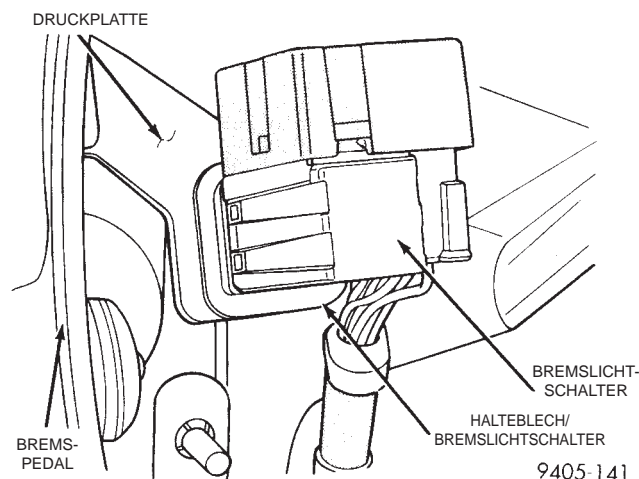

Abb. 148 Bremslichtschalter
(1) Das Bremspedal betätigen und gedrückt halten; in dieser Stellung den Bremslichtschalter (Abb. 148) um ca. 30° entgegen dem Uhrzeigersinn drehen.
(2) Den Schalter nach hinten ziehen und von seinem Halteblech abnehmen.
(3) Den Kabelbaum-Steckverbinder vom Bremslichtschalter abziehen.
(1) Den Bremslichtschalter mit einer Hand festhalten. Mit der anderen Hand den Stößel des Bremslichtschalters nach außen ziehen, bis er in der Endstellung einrastet.
(2) Den Kabelbaum-Steckverbinder am Bremslichtschalter anschließen.
(3) Den Bremslichtschalter wie folgt in das Halteblech am Pedalträger einsetzen: Das Bremspedal so weit wie möglich nach unten drücken und in dieser Stellung halten. Die Fixiernase am Schalter auf den Schlitz oben in der quadratischen Öffnung des Halteblechs ausrichten. Den Schalter ganz in das Halteblech einsetzen und dann um ca. 30° im Uhrzeigersinn drehen.
**ACHTUNG!** Beim Zurückziehen des Bremspedals zum Einstellen des Bremslichtschalters nicht zuviel Kraft ausüben, um den Schalter oder die Druckplatte (Abb. 148) nicht zu beschädigen.
(4) Das Bremspedal vorsichtig bis zum Anschlag zurückziehen; dabei rastet der Schalterstößel in der richtigen Stellung ein.